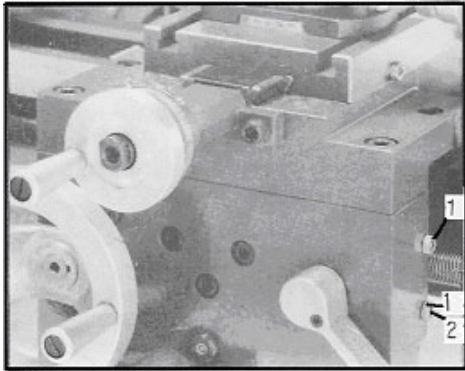

Рис. 29
Открутите две гайки (1, Рис. 29) справа на фартуке суппорта и отрегулируйте установочный винты (2) таким образом, чтобы половинки гайки ходового винта без зазора были расположены в своих направляющих.